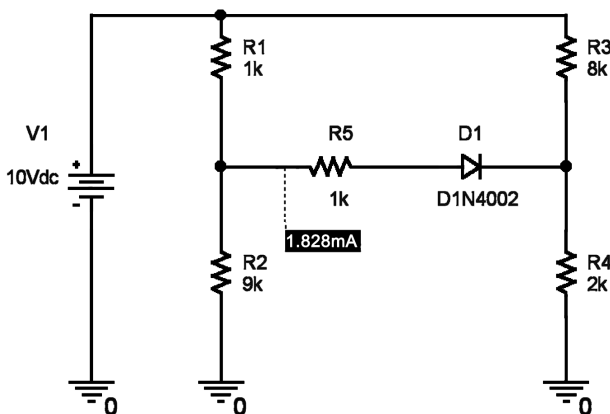

Рис. 5.2. Результат расчета исходной схемы
1. Про моделируем данную схему на постоянном токе с помощью программы Capture. Для этого соберем схему, проведем расчет переходного процесса (Time Domain), затем выведем результаты расчета по постоянному току, для чего из меню PSpice выберем пункты Bias Points → Enable, затем на панели инструментов нажмем кнопку «I». Результаты моделирования приведены на рис. 5.2. (На этом рисунке значения всех токов, кроме интересующего, убраны). Видим, что при данных параметрах ток через диод составляет 1,828 мА.